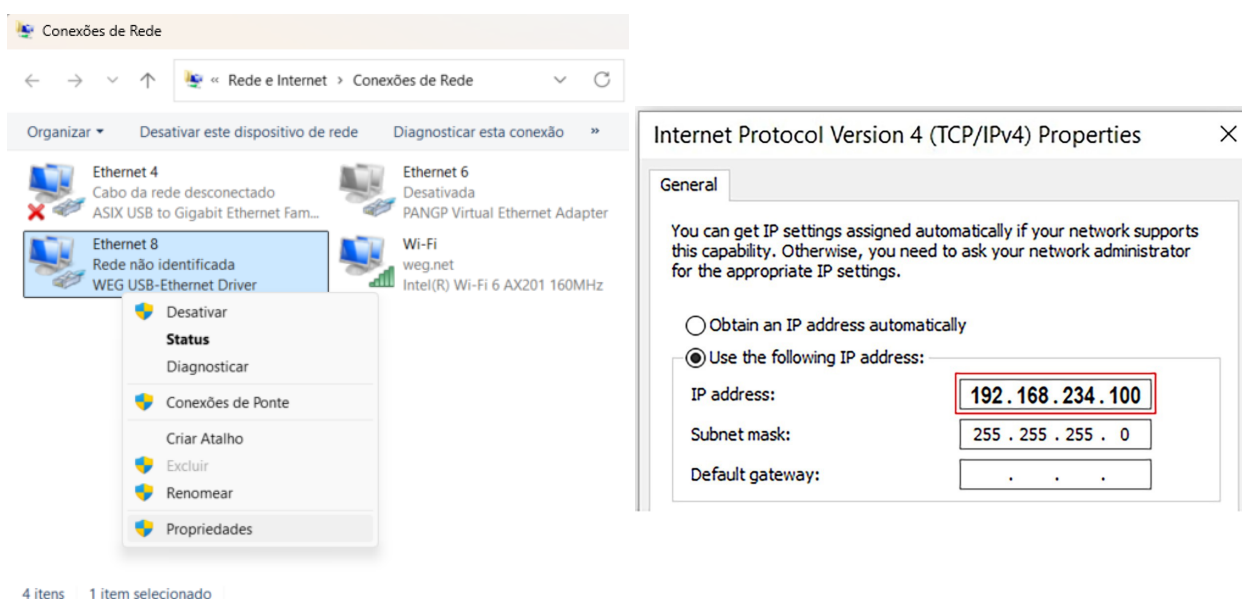

Figura 10.1: Propiedades de la USB Device emulando un puerto Ethernet
4. En las propiedades del Protocolo IPV4 de la interfaz Ethernet que reconozca como WEG-Ethernet Driver, definir la IP como estática, dentro de la misma red (ej.: **192.168.234.100**) según se muestra en la Figura 10.1.